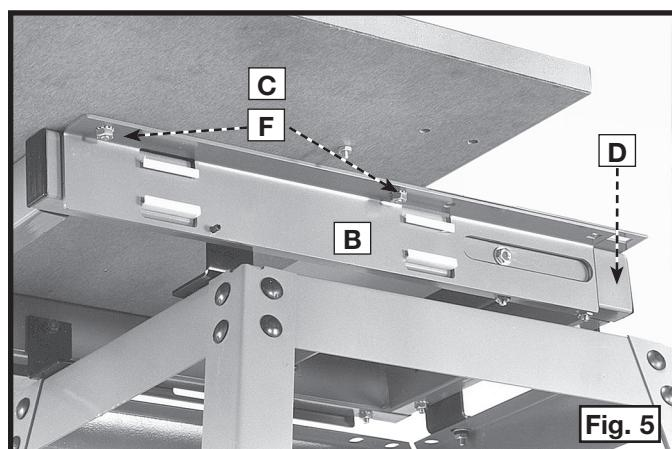
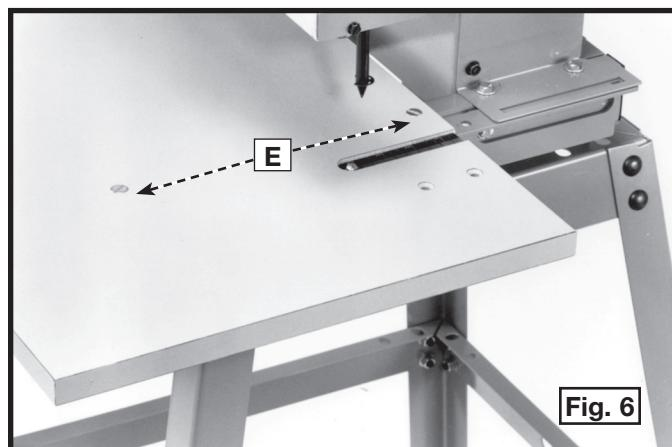

Fig. 5
Fig. 6
4. Positionnez le dispositif de fixation de table (B), fig. 5, contre le cadre de la machine (D) et sous la table (C). Alignez les deux trous (E), fig. 6, de la table sur les deux trous (F), fig. 5, sur le dessus du dispositif de fixation de la table (B), fig. 5.
5. Arrimez la table à son dispositif de fixation à l'aide de deux vis à tête plate de 1/4-20 x 1-1/4 (31,8 mm) (E), fig. 6, et deux contre-écrous hexagonaux de 1/4-20 (F), fig. 5.